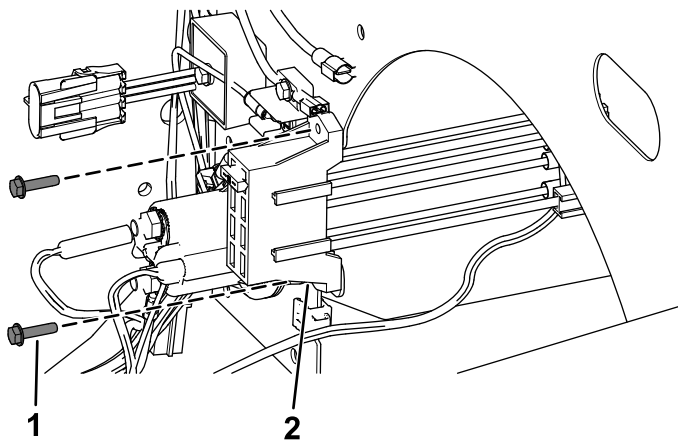

Figure 21
- Modèles n° de série 403448001 et suivants**, fixez le nouveau porte-fusibles à l'aide des 2 vis autotaraudeuses, comme montré à la Figure 21.